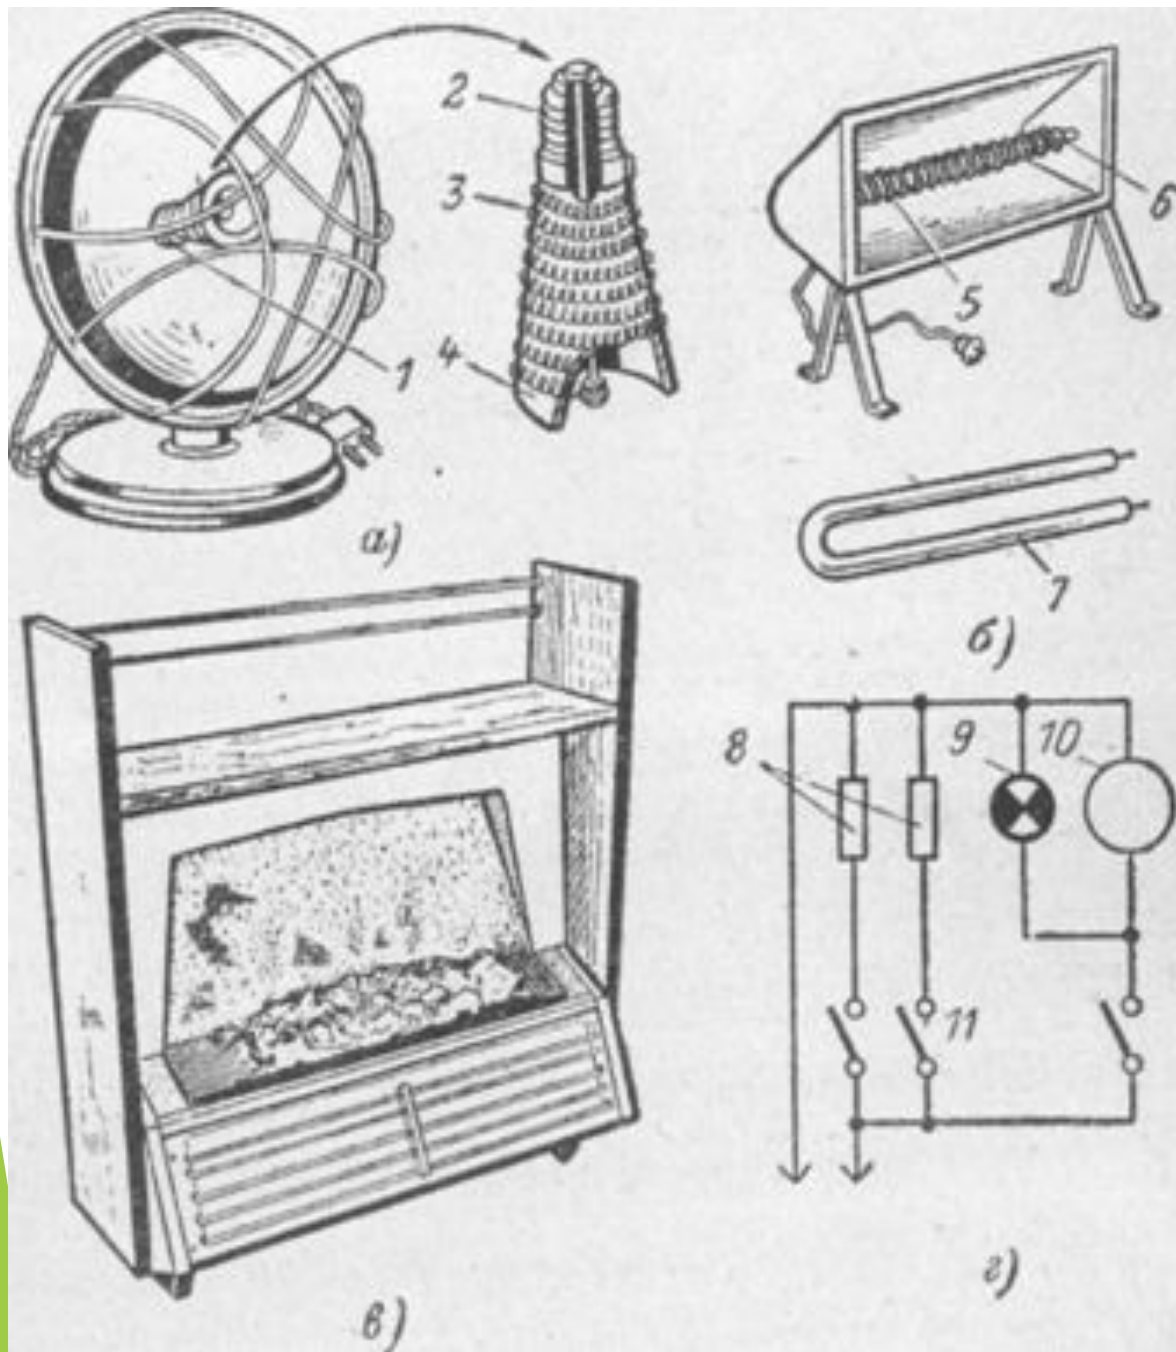

Рис. 5. Отопительные приборы
Распространены нагревательные приборы с тремя степенями нагрева. Схема прибора показана на рис. 5, г. У таких приборов есть две спирали, которые с помощью переключателя П можно либо отключить, либо включить тремя способами: обе спирали включаются последовательно— их сопротивления складываются ( $R+R$ ), ток уменьшается вдвое, а мощность — вчетверо; включается одна спираль  $\text{®}$ ; включаются две спирали, соединенные параллельно ( $R/2$ ), и дают двойную мощность.
В отопительном рефлекторе (рис. 5, а) спирал размещена на полом керамическом конусе, заканчивающемся цоколем; цоколь ввинчивается в патрон.
В электрическом камине простейшей конструкции (рис. 5,б) спираль навита на изолированный стержень. В современных электронагревательных приборах широко распространены закрытые трубчатые нагреватели, со спиралью, заключенной в трубку, заполненную магнезитом.
- ▶ На рис. 5, в показан электрический камин, в котором специальное устройство имитирует эффект горящего пламени. На рис. 5, г видны два нагревателя, клавишный выключатель, лампа, создающая подсвет, и обмотки низкооборотного электродвигателя, приводящего в движение фасонные лопасти. Свет лампы, проходя через щели, образуемые при вращении лопастей, создает на декоративной панели (на ней изображены дрова, уголь) эффект мерцания тлеющего огня, а на вертикальной стенке — бегающих языков пламени.
Схема на рис. 7,а — двухпроводная — применяется в тех случаях, если конструкцией прибора не предусматривается заземление его корпуса. Таковы, например, приборы, которые показаны на рис. 5—7. Ими пользуются в сухих отапливаемых помещениях без повышенной опасности.